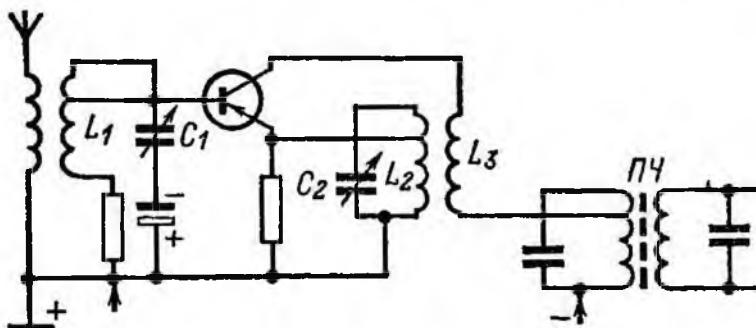

Рис. 127 Схема преобразователя частоты, полученная непосредственно из схемы генератора, показанной на рис. 126.
Л.—Очень просто, Незнайкин! Возьми генератор, схема которого изображена на рис. 126, включи в точке  $B$  контур, настроенный на частоту антенны, включи затем в точке  $P$  первичную обмотку трансформатора промежуточной частоты, и ты получишь схему, показанную на рис. 127. Если контур  $C_2L_2$  гетеродина настроен на частоту, отличающуюся от частоты принимаемых сигналов на величину промежуточной
**Л.** — Точно так же изученные нами схемы различных каскадов на транзисторах позволяют составлять бесчисленное множество разных радиоприемников. Было бы немыслимо желать рассмотреть их все. Но если ты хочешь, мы в качестве примера разберем одну полную схему, состоящую из вагонов.. я хотел сказать из следующих каскадов: преобразователя частоты, как на рис. 127; двух каскадов усиления промежуточной частоты, как на рис. 116, но с отводами в первичной обмотке, чтобы уменьшить затухание, вносимое в контур предшествующим транзистором; детектора, как на рис. 120, двух каскадов низкой частоты на резисторах, как на рис. 91, окончного двухтактного каскада, как на рис. 102.